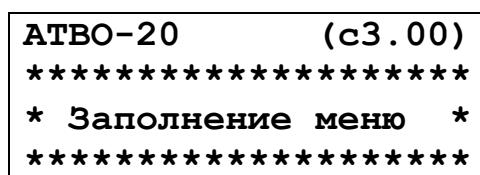

Рисунок 7 – Самодиагностика аппарата
3.3.2 При включении аппарат производит инициализацию, заполнение списков пользовательского интерфейса, самодиагностику. Текущее состояние отображается на дисплее; в верхней строке – наименование аппарата и номер версии программного обеспечения (см. рисунок 7).